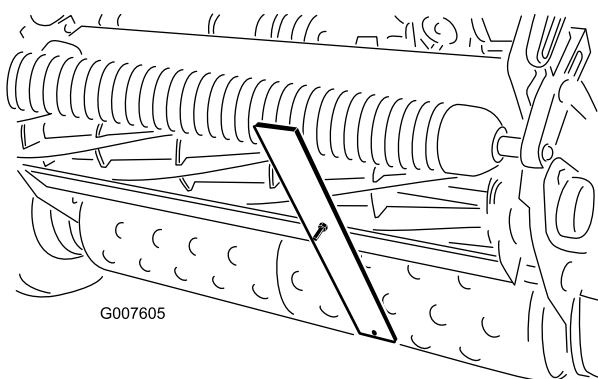

Figura 53
- Agganciate la testa della vite sul tagliente della controlama, e appoggiate la parte posteriore della barra sul rullo posteriore (Figura 53).